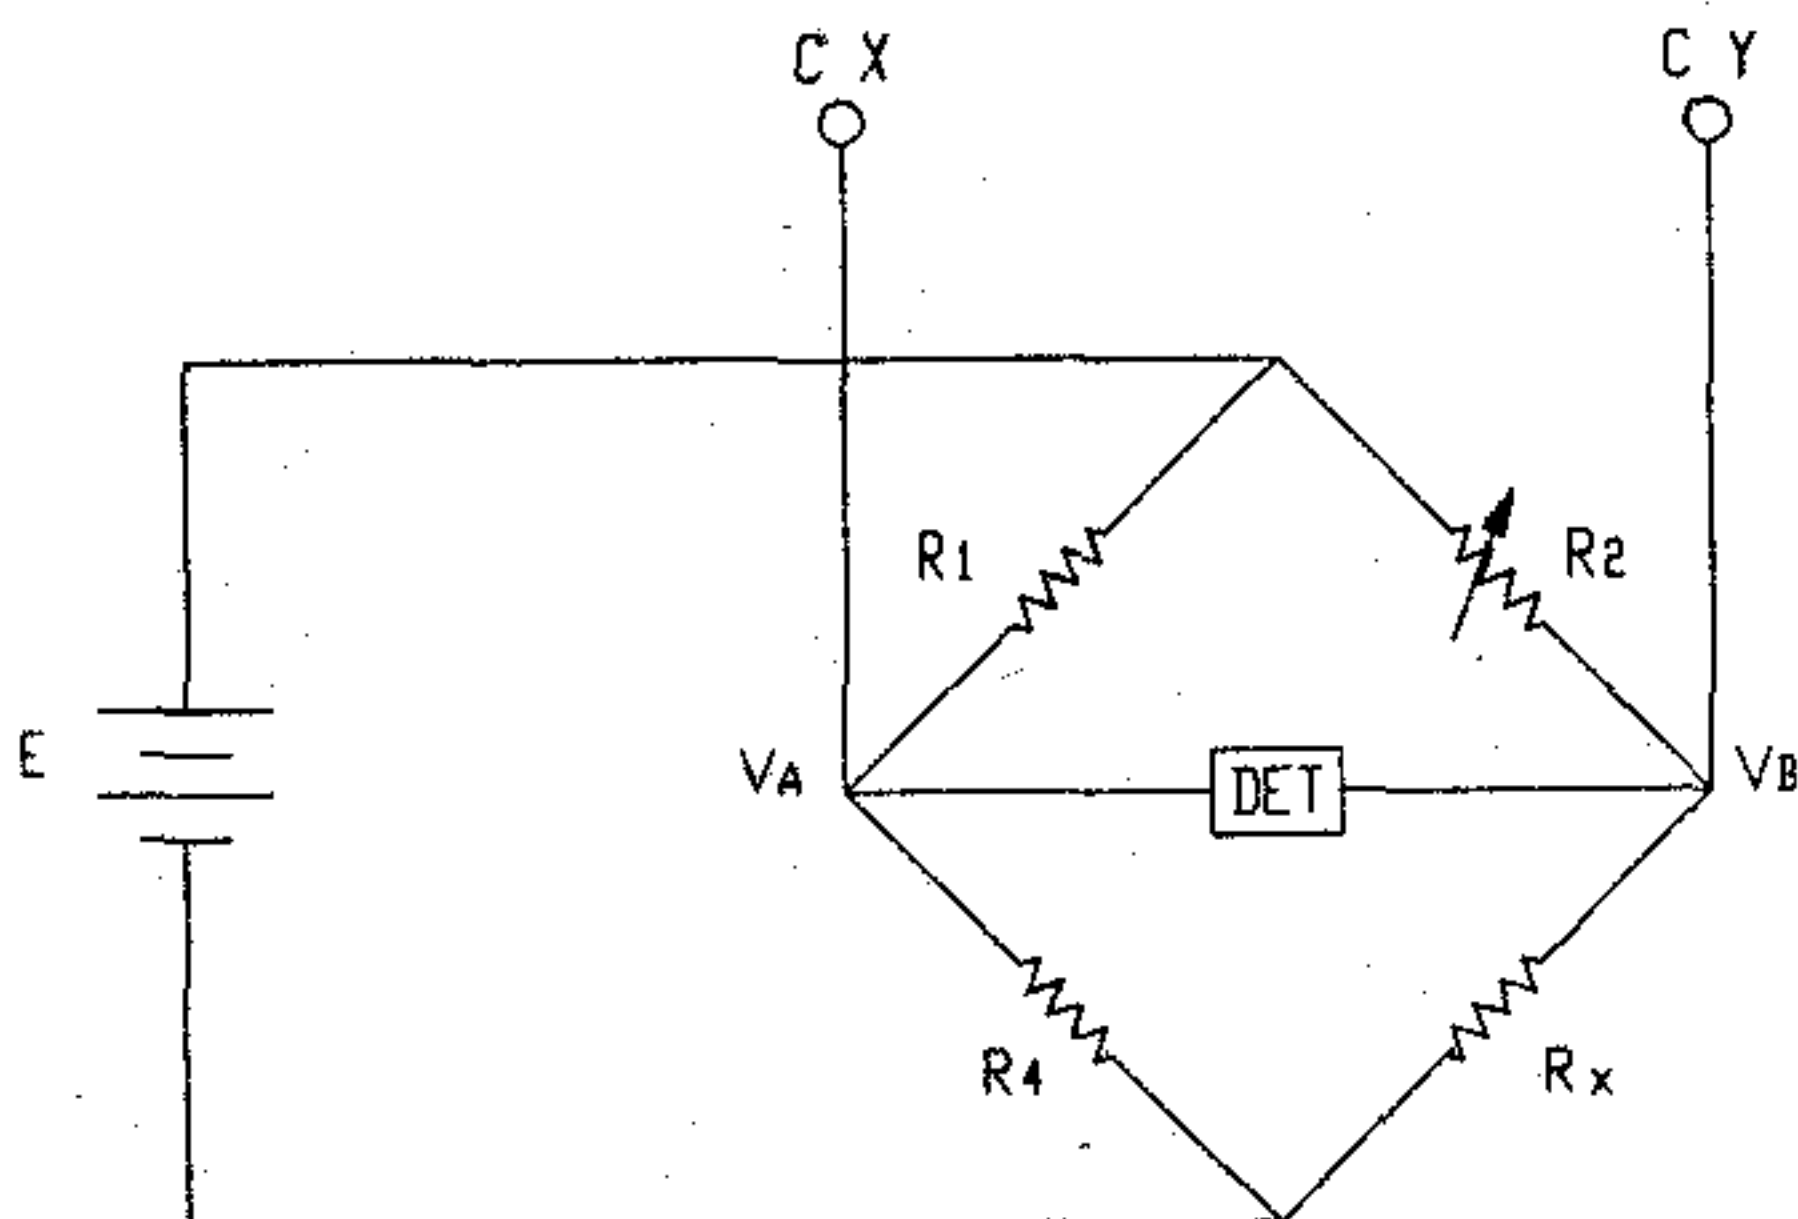

Figura 12
a) Con base al circuito de la figura 12.
b) Arme el circuito de la figura 12 y conecte las puntas del osciloscopio como se indica.